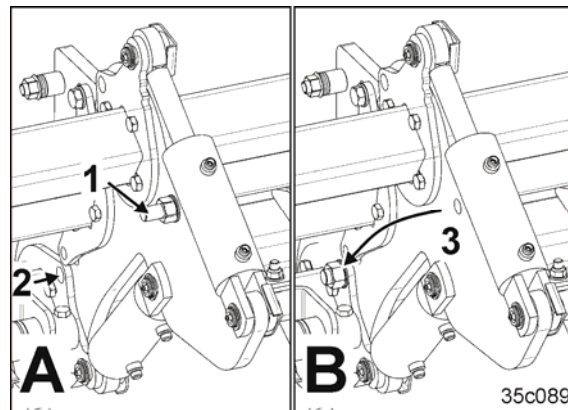

Рис. 190
Стопорный винт (Рис. 190/1)
→ Блокировочное отверстие видно полностью (Рис. 190/2).
2. Стопорный винт выверните из стояночного положения, вставьте в блокировочное положение (Рис. 190/3) и затяните.